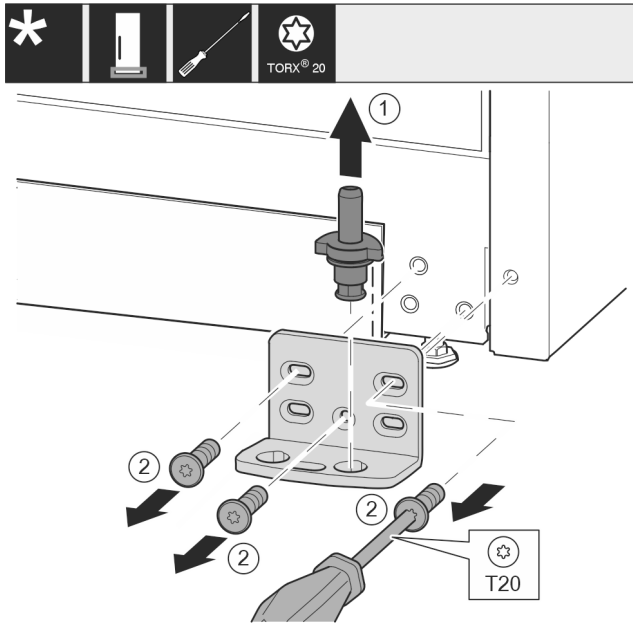

Fig. 15
- Lagerbolzen komplett nach oben herausziehen. Fig. 15 (1)
- Schrauben mit Schraubendreher T20 herausdrehen und Lagerbock abnehmen. Fig. 15 (2)